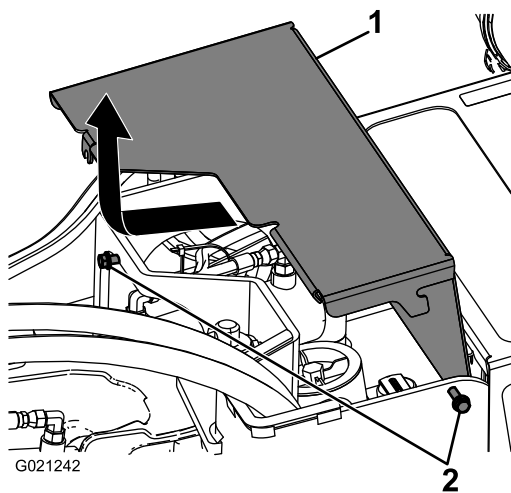

Figura 24
2. Allentate le 2 viti che fissano la copertura anteriore alla macchina (Figura 24).
3. Fate scorrere la copertura leggermente in avanti e tirate verso l'alto per rimuoverla (Figura 24).
2. Fate scorrere la copertura anteriore in posizione e serrate le 2 viti fissandola alla macchina (Figura 24).